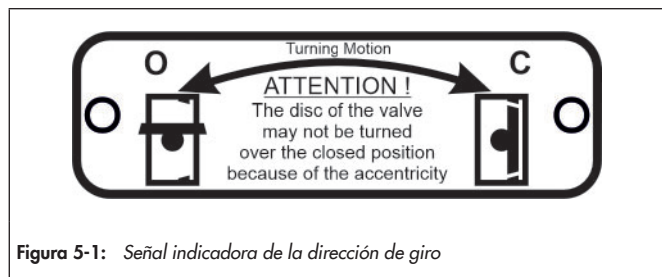

Figura 5-1: Señal indicadora de la dirección de giro
- ⇒ La dirección de giro se indica en la válvula de mariposa mediante un signo; consulte la figura 5-1.